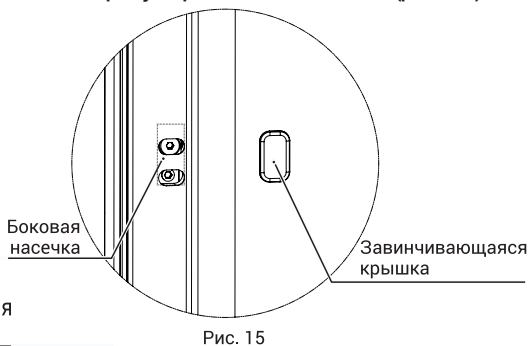

Рис. 15
3. Установите заглушки на отверстие регулировочных винтов. (рис. 15)